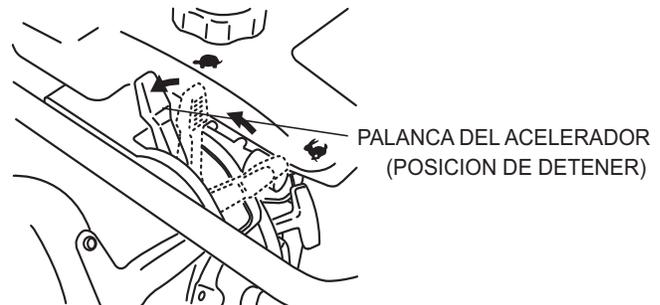

Figura 10. Palanca del acelerador (Posición de detener)
1. Mueva la palanca del acelerador rápidamente de la posición **ARRANQUE** a la posición de **MARCHA LENTA** (Figura 9) y el motor funcionara a baja velocidad por tres minutos. Después de que el motor se **enfrie**, mueva la palanca del acelerador a la posición de **DETENER** (Figura 10). El motor se detendrá y la válvula de combustible se cerrará automáticamente.